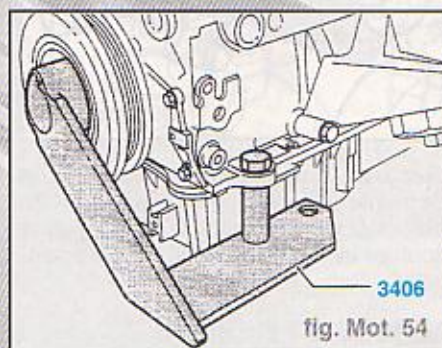

fig. Mot. 54
- Déposer l'amortisseur de vibrations. A cet effet, freiner l'amortisseur de vibrations à l'aide du contre-appui **3406** (fig. Mot. 54).
- Freiner l'amortisseur de vibrations à l'aide du contre-appui 3406 (fig. Mot. 54).